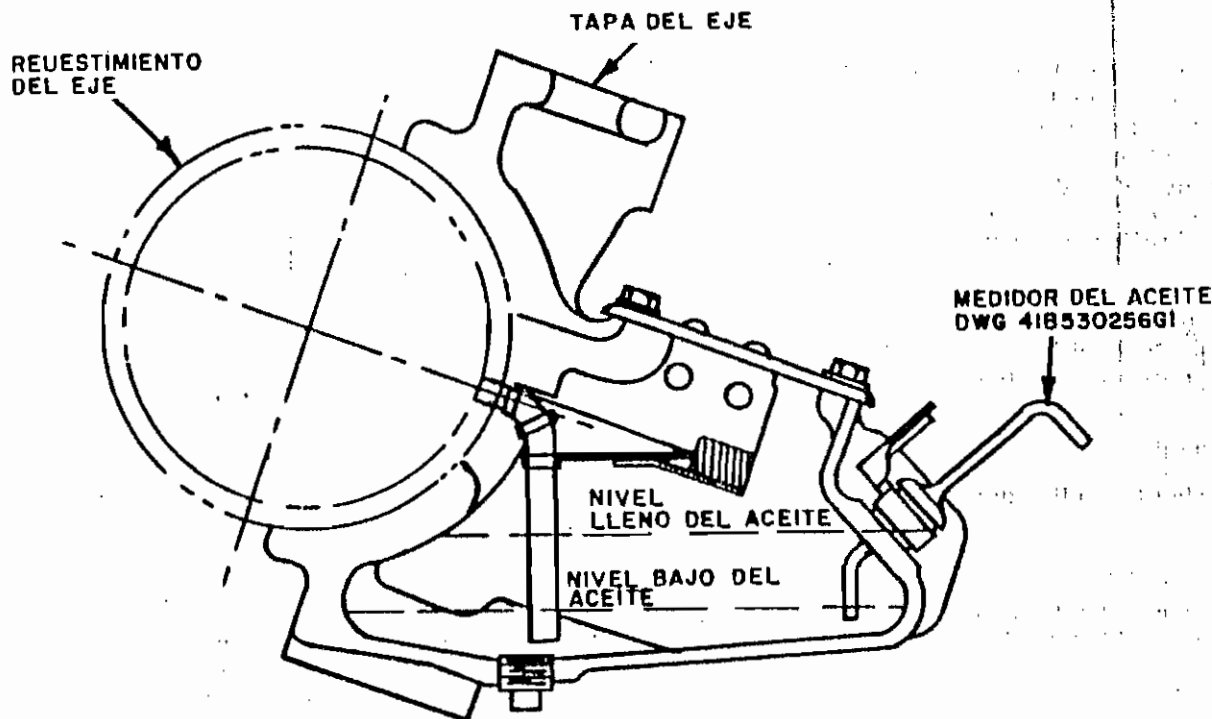
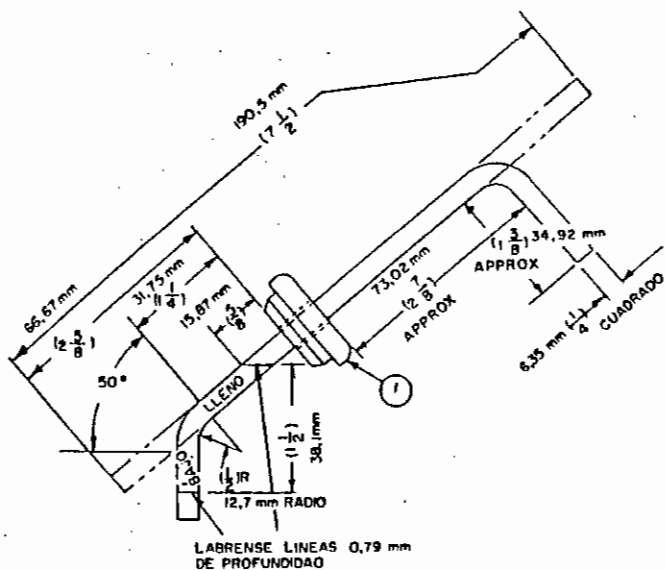

Fig. 1. Vista seccional de la tapa del eje e indicaciones del nivel del aceite, Modelos 5GE761A3, 4, 5, 6, 7, 8.
Fig. 2. Medidor del aceite, Cat. 41B530256G1
1. La capacidad de cada tapa del eje es de 1,9 lts (4 pintas) de aceite para vagón, Espec.AAR M-906-56. Inspecciónense las tapas del eje después cada viaje o servicio y establézcase un plan de lubricación para mantener el nivel correcto del lubricante, según sea requerido por la aplicación de servicio de la locomotora. Véase en la Fig. 1 el nivel correcto del aceite de las tapas del eje. Un medidor adecuado para medir el aceite puede fabricarse de conformidad a las dimensiones indicadas en la Fig.2.